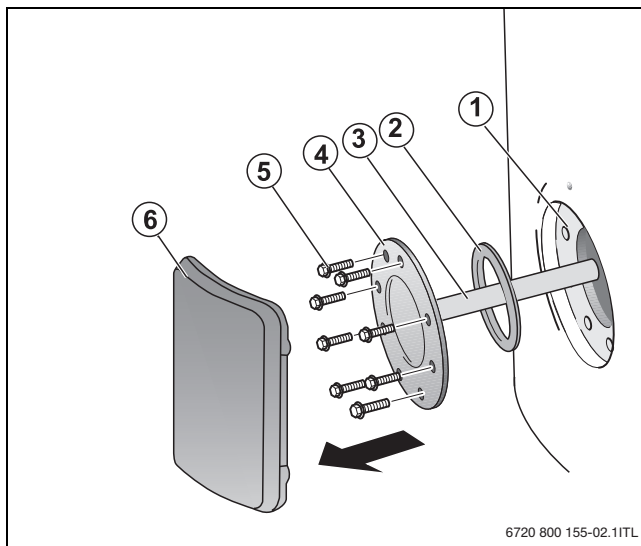

Fig. 19 Démontez le couvercle de la trappe de visite
- ▶ Démonter la trappe de visite (→ fig. 19, page 33) si ce n'est pas encore le cas.